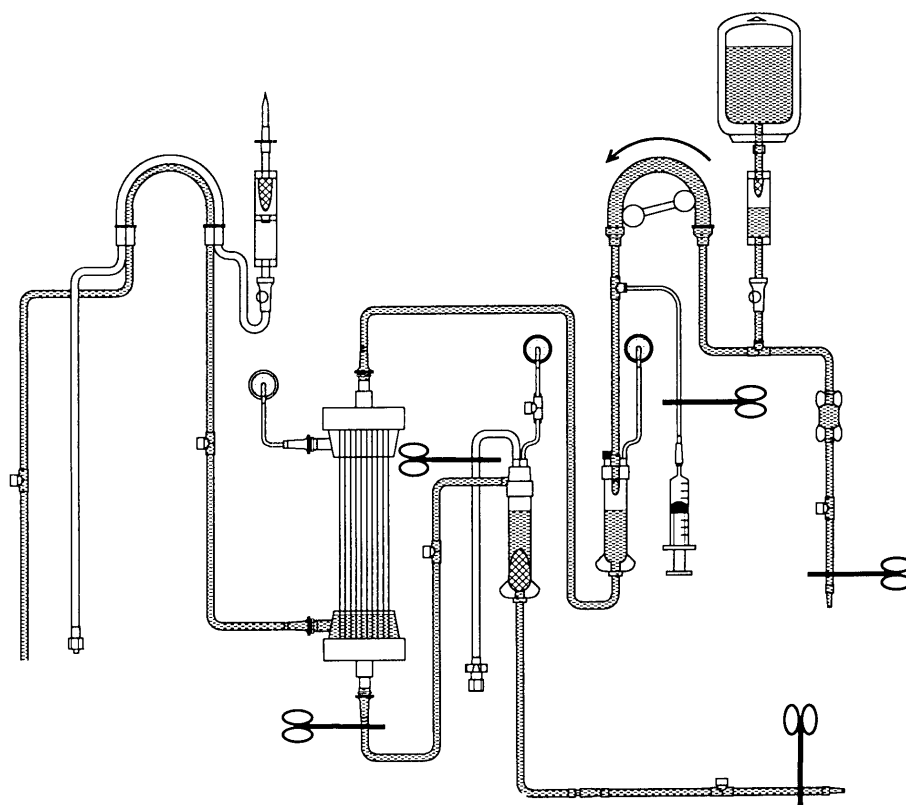

図8 血漿分離器と濾液側回路の接続および濾液側回路の充填・洗浄
7) 図8の様に静脈側のゴム鉗子は閉止したまま、血液ポンプを回転させ血漿分離器濾過側に生食を1/3程度充填し、濾過圧測定ラインを接続し濾液側の洗浄を500 ml から1 l の生食で行う。